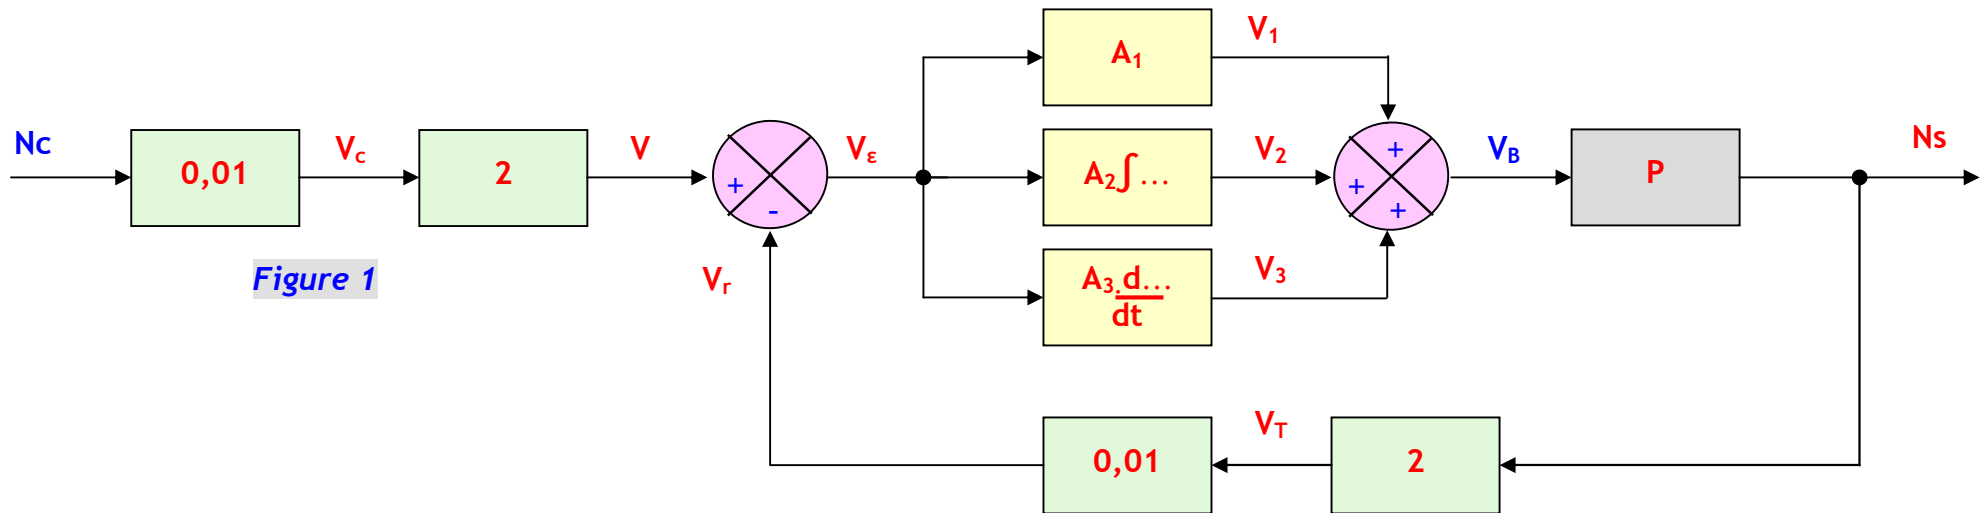

Figure 1
1. Répondre sur le document DREP 15 page xx - Figure 1 - ;